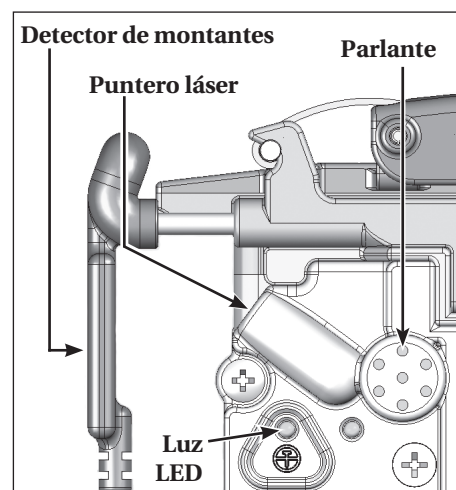

Figura 23
6. El detector de montantes emitirá un pitido y la luz indicadora se pondrá roja por un segundo mientras se calibra. Una vez calibrado, la luz se pondrá verde. **NO** mueva la herramienta mientras el detector de montantes se calibra (ver Figura 23).
7. Cuando la luz se vuelva verde, comience a arrastrar el WCE presionado sobre la pared "buscando" montantes. Cuando pase cerca del borde de un montante, la luz del detector de montantes comenzará a parpadear rápidamente con una luz roja y luego emitirá pitidos rápidamente (ver Figura 23).
8. Cuando se mueva directamente por encima de un montante, el detector de montantes emitirá una luz roja y un pitido constantes (ver Figura 23).